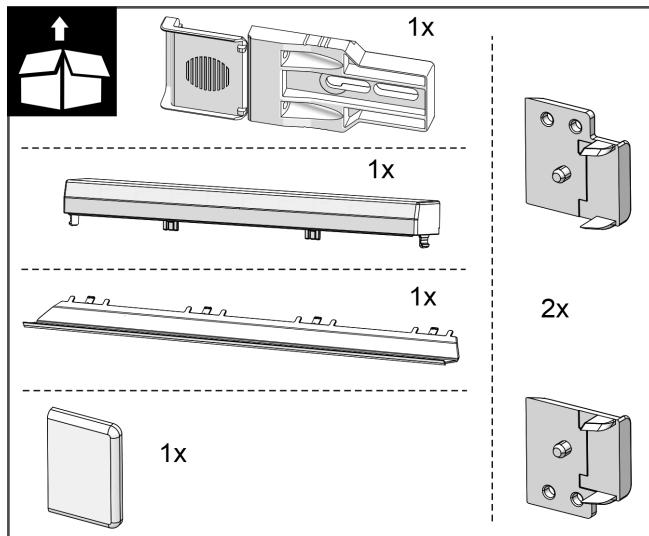

Fig. 21
**Ek paketteki montaj parçaları Fig. 21 () - ()**